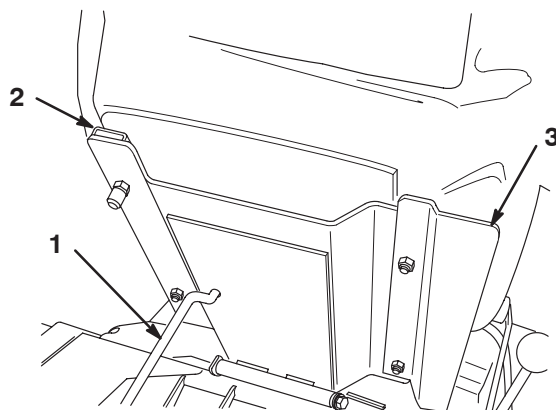

Bild 6
3. Befestigen Sie den Sitz, das Sitzseitenteil und die Sitzführungen mit den Sicherungsmuttern (5/16 Zoll) (Bild 6), die den losen Teilen beiliegen, an der Sitzstütze. Montieren Sie das Sitzseitenteil an der rechten Seite an der im Bild 6 angegebenen Position.